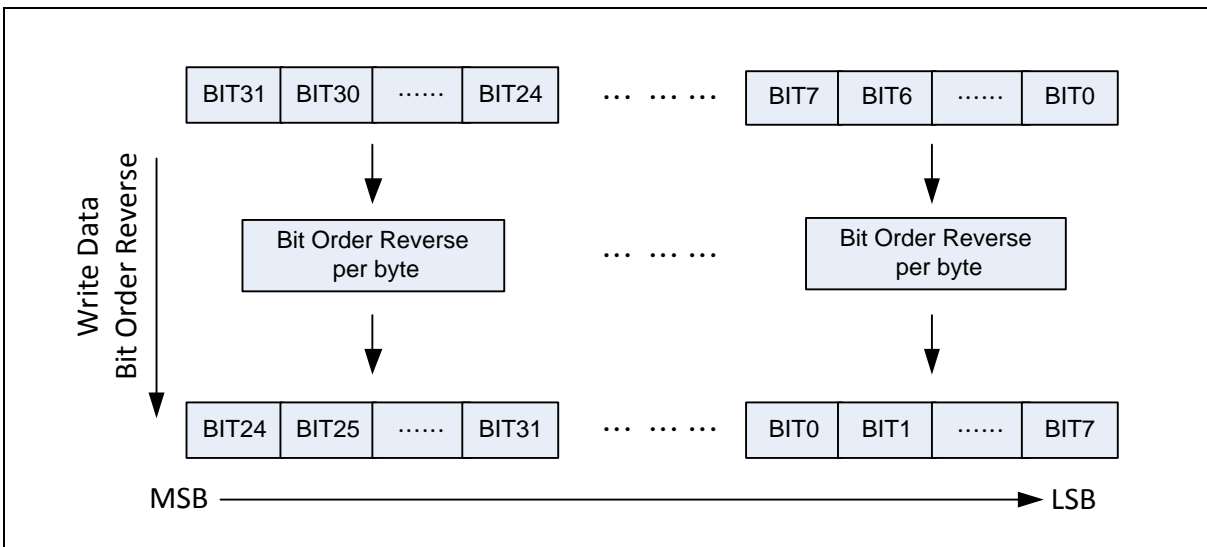

图 6.23-3 写数据位顺序反转功能框图
- 设置DATREV (CRC_CTL[24])配置CRC写数据每个位字节的顺序反转，详见功能框图 6.23-3.